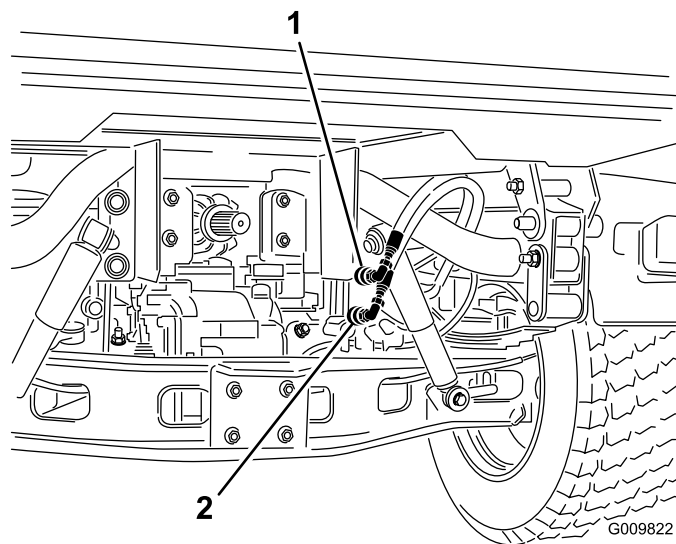

図 73
2. それぞれの車両で、クイックカップラホース2本を、カップラブラケットのホースから外す 図 73。